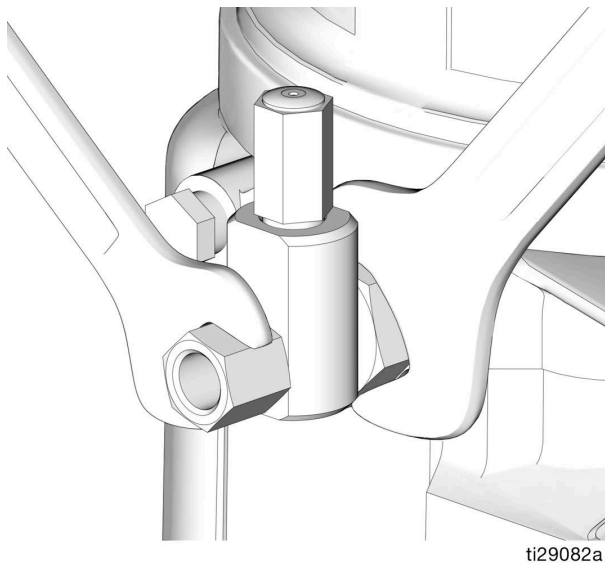

ABB. 22
1. Fitting des Pumpenelements lösen (ABB. 22).
3. Das Fitting des Pumpenelements mit zwei gekonterten Maulschlüsseln anziehen (ABB. 22).